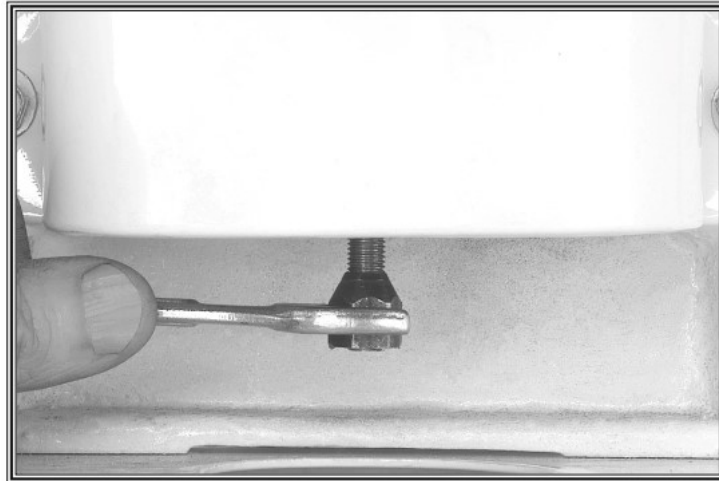

Рис. 31 Удаление конической гайки с соединительного стержня
4. Открутите и удалите коническую гайку (см. Рис. 31), удерживая верхнюю часть шпинделя с помощью ключа.